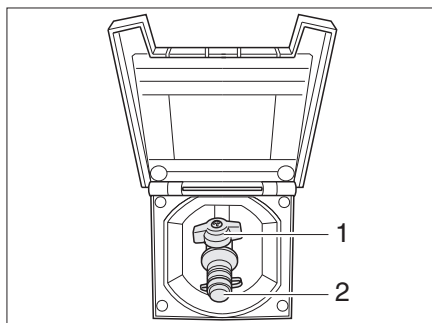

Fig. 228 Raccordement externe de gaz avec robinet d'arrêt de gaz fermé
Le raccordement externe de gaz (Fig. 228) se trouve du côté droit du véhicule. Dans des cas exceptionnels, le raccordement de gaz se trouve également du côté gauche du véhicule ou à l'arrière.
- Raccorder l'appareil à gaz externe sur le raccord (Fig. 228,2).
- Ouvrir le robinet d'arrêt de gaz (Fig. 228,1).